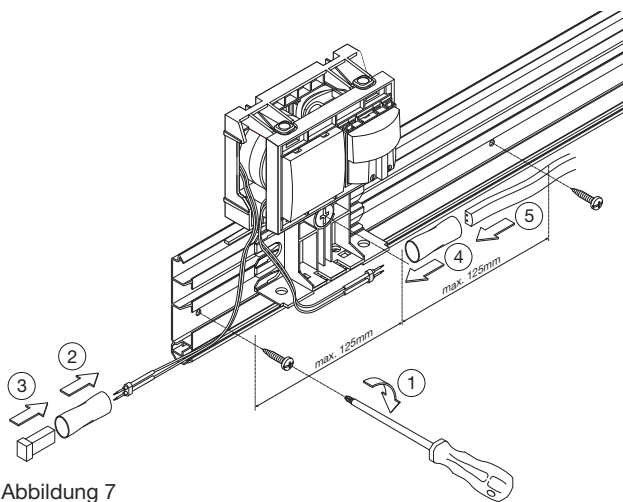

Abbildung 7
**1. Geräteträger einrasten** (Abb. 7)
(Abb. 7)